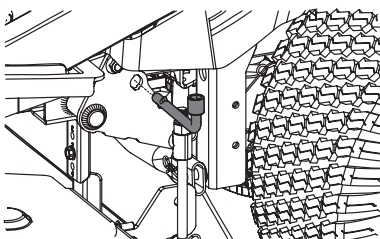

Figura 47
5. Utilice el pedal de elevación de la plataforma y la perilla de elevación de la plataforma para colocar la plataforma en su posición más baja y utilice la herramienta para usos múltiples para trabar los componentes de elevación de la plataforma en su lugar. Junto a la rueda trasera del lado izquierdo del tractor hay un par de orificios de alineación (uno sobre el bastidor y uno sobre el brazo de elevación de la plataforma) como se muestra en la Figura 47. Verifique que la herramienta esté correctamente insertada en su totalidad, trabando el brazo de elevación de la plataforma en el bastidor.